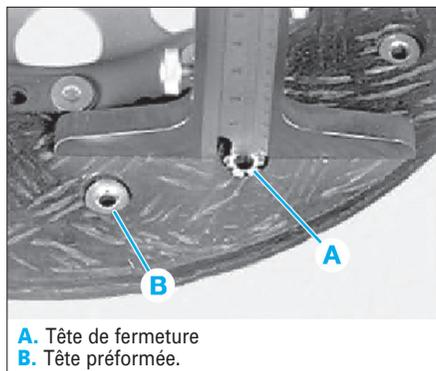

Fig. 4
- Mesurer le dépassement de la garniture au niveau de la tête de fermeture (A) des rivets (Fig.4). Si le dépassement de la garniture au niveau de la tête de fermeture (A) est inférieur à 1 mm, il faut remplacer le disque d'embrayage.